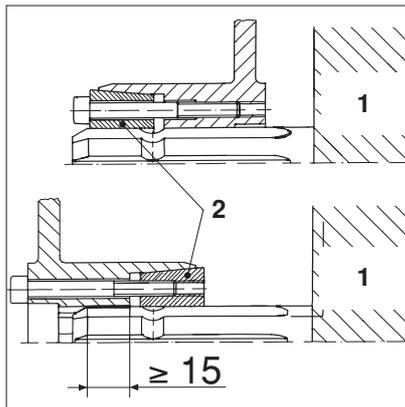

Рис. 7-6
Контуры втулки и вала отбора мощности должны перекрываться по меньшей мере на 15 мм (см. рис. 7-6). Конус (2) должен по всей длине располагаться на контуре вала отбора мощности.